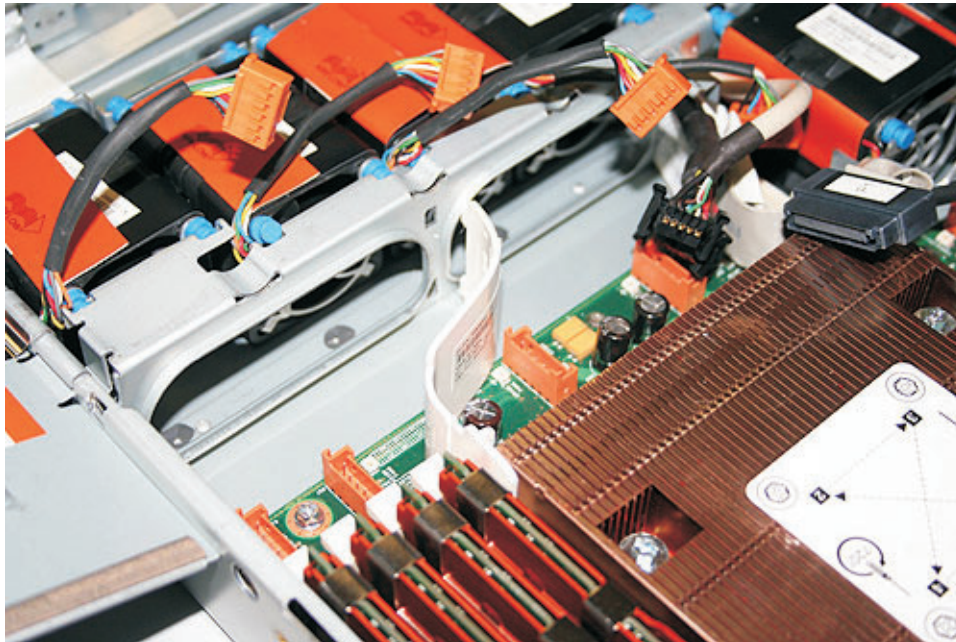

図 300. SAN ボリューム・コントローラー 2145-8G4 システム・ボードの右のエア・バッフル
9. 右側エア・バッフルを交換します (337 ページの図 300 を参照)。